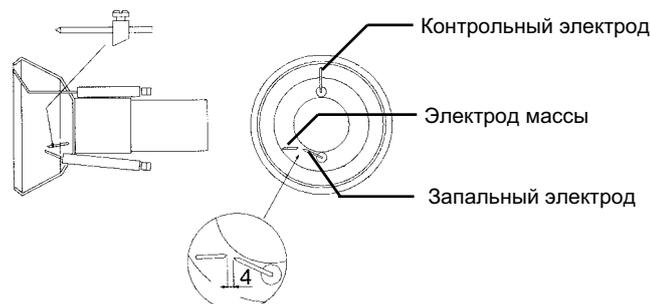
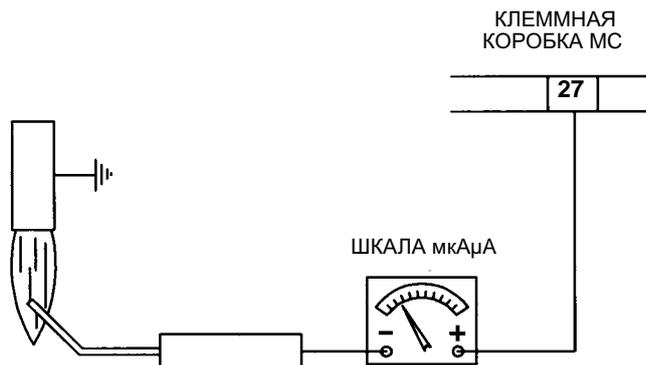
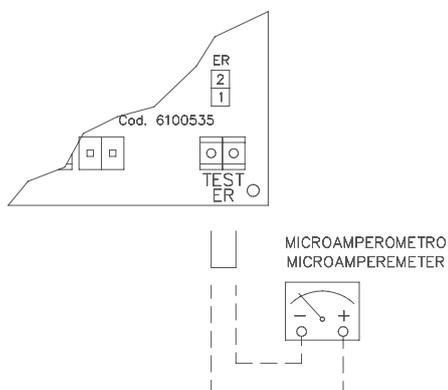

Рис. 56
Рис. 57
Рис. 58
- Проверьте запальный и контрольный электроды, очистите, отрегулируйте и, при необходимости, замените (см. Рис. 56). В случае, если у вас есть сомнения, проверьте систему контроля после запуска горелки, следуя схемам на Рис. 57 - Рис. 58.
Чтобы измерить сигнал детектирования, следуйте схеме на Рис. 57 - Рис. 58.
Для того чтобы проверить течение обнаружения, извлекайте шлямбур между стержнями и соедините МикРоампеРметР (Рис. 58).